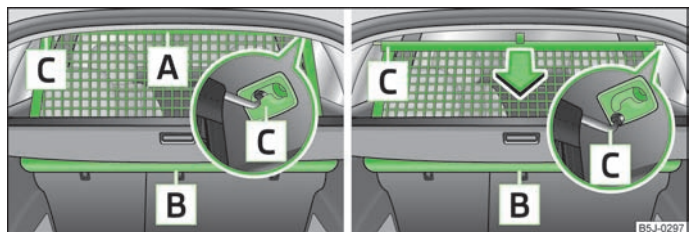
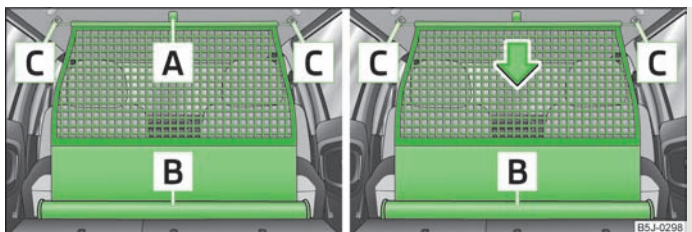

Fig. 51 Estender / enrolar a rede divisória
Fig. 52 Estender / enrolar a rede divisória
- Certifique-se de que a barra transversal está bem colocada nos encaixes **C** » Fig. 51 ou » Fig. 52 na posição mais avançada!
- Segure a lingueta **A** » Fig. 51 e puxe a rede divisória para fora da caixa **B**, no sentido dos suportes **C**.
- Puxe a barra transversal, primeiro de um lado e depois do outro, um pouco para trás e retire-a dos encaixes **C** » Fig. 51.
- Segure a lingueta **A** » Fig. 52 e puxe a rede divisória para fora da caixa **B**, no sentido dos suportes **C**.
- Puxe a barra transversal, primeiro de um lado e depois do outro, um pouco para trás e retire-a dos encaixes **C** » Fig. 52.